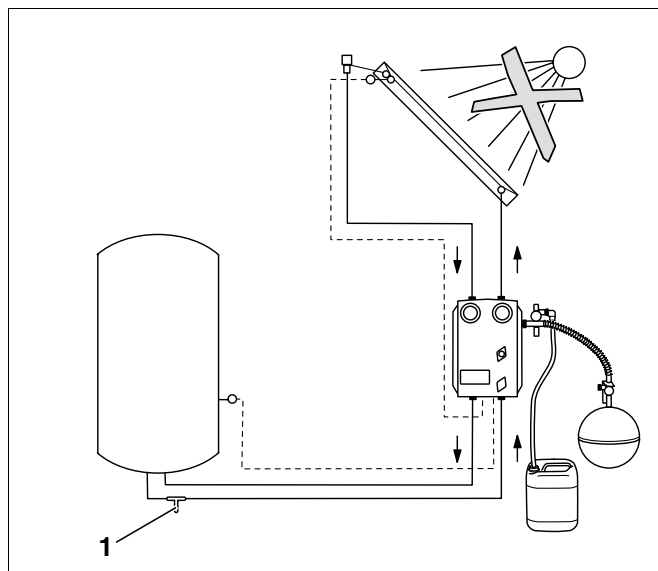

Fig. 25 Encher o sistema de aquecimento por energia solar com fluido térmico
- Quando estiver instalado um dispositivo de purga automática no ponto mais elevado, encha o sistema com fluido térmico através da torneira E/D (Fig. 25, **Item 1**) na tubagem de retorno do termoacumulador solar, com a ajuda de uma bomba.